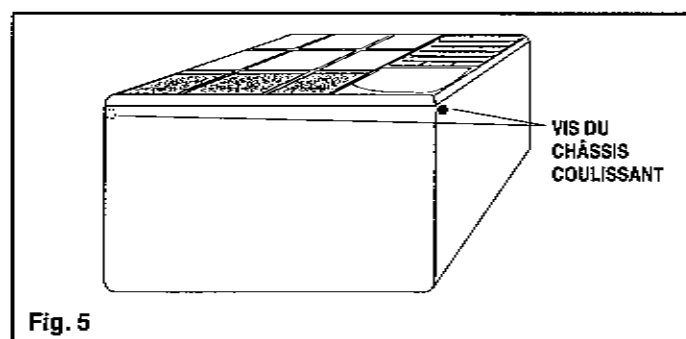

Fig. 5
- Enlevez les deux vis à tête Philips (aux côtés inférieurs gauche et droit du caisson) qui fixent le châssis coulissant au caisson. (Fig. 5)